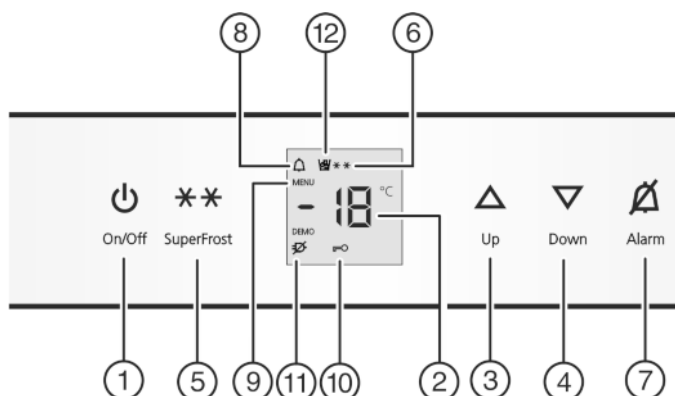

Fig. 2
- ▶ Натиснете бутона On/Off Fig. 2 (1).
- ▶ Активиране на режим настройки: Натиснете бутон SuperFrost Fig. 2 (5) ок. 5 сек.
- ▷ Символът Меню Fig. 2 (9) светва.
- ▶ Натиснете за кратко бутона SuperFrost Fig. 2 (5), за да потвърдите.
- ▶ Натиснете бързо бутона SuperFrost Fig. 2 (5) за включване на защитата от деца.
- ▷ Символът Защита от деца Fig. 2 (10) светва. На индикатора мига **c**.
- ▶ Натиснете бързо бутона SuperFrost Fig. 2 (5) за изключване на защитата от деца.
- ▷ Символът Защита от деца Fig. 2 (10) угасва. На индикатора мига **c**.
- ▶ Деактивиране режима на настройка: Натиснете бутона On/Off Fig. 2 (1).
- ▶ Натиснете бутона Аларма Fig. 2 (7).
Заедно с това температурният индикатор и графичният символ Аларма Fig. 2 (8) мигат.
Сирената автоматично спира, символът Аларма *Fig. 2 (8)* изгасва и температурният индикатор спира да мига, когато температурата отново е достатъчно ниска.
► Натиснете бутона Аларма *Fig. 2 (7)*.
► Настройка на по-висока температура: Натиснете бутона за настройка Up *Fig. 2 (3)*.
► Настройка на по-ниска температура: Натиснете бутона за настройка Down *Fig. 2 (4)*.